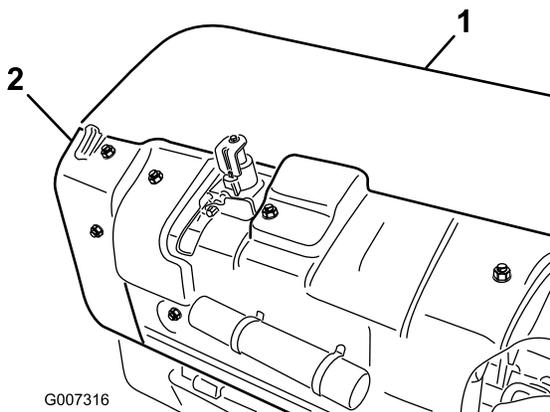

Bild 29
A. Nehmen Sie die hintere Stachelkopfabdeckung ab (Bild 29).
B. Nehmen Sie die Befestigungsschrauben der Spannscheibenabdeckung und dann die Abdeckung ab (Bild 29).